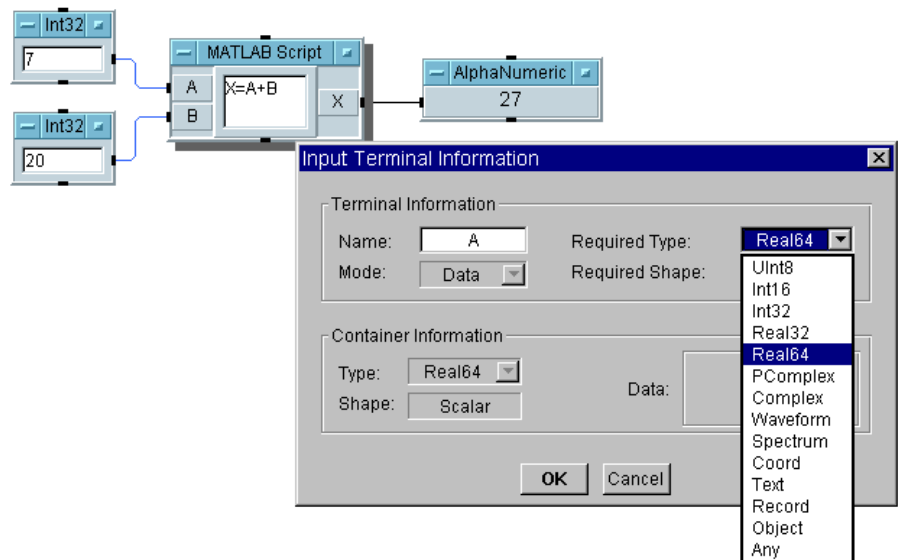

図 4-13. 入力端子のデータ型の変更
5. 端子 A をダブルクリックして [Input Terminal Information] ダイアログ・ボックスを開きます。[Required Type:] をクリックしてドロップダウン・メニューを表示し、[Real64] を選択し [OK] をクリックします。端子 B をダブルクリックし、図 4-13 と同様にしてデータ型を Real64 に変更します。